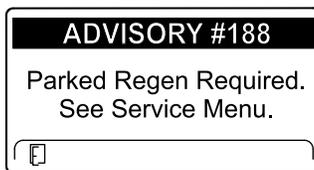

图19
- Parked regeneration required (需要驻车再生) ADVISORY #188 (第 188 号提醒) (图19)